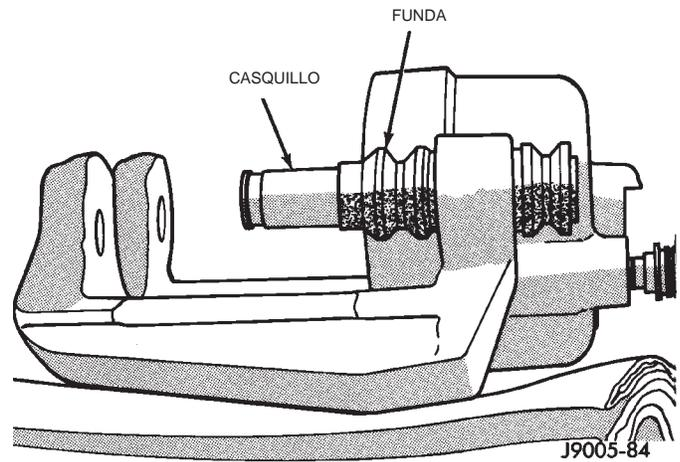

Fig. 51 Instalación de casquillos y fundas
(1) Lubrique con líquido de frenos nuevo y limpio el hueco del pistón del calibrador, la junta nueva de pistón y el pistón.
(2) Lubrique los casquillos del calibrador y el interior de las fundas de los casquillos con grasa silico-nada.
(3) Instale las fundas de casquillo en el calibrador; a continuación introduzca el casquillo dentro de la funda y presione el casquillo situándolo en su sitio (Fig. 51).